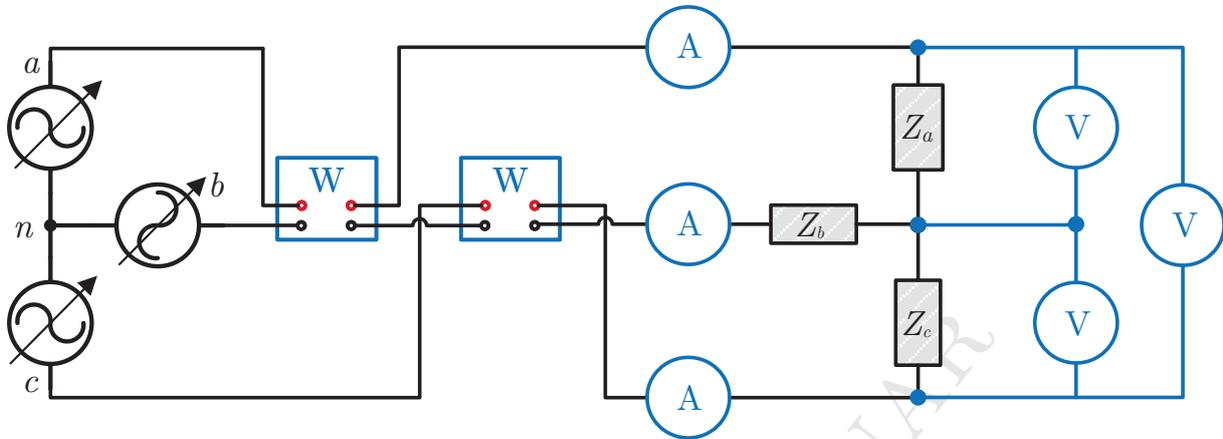

Figura 4: Circuito para la medición de voltajes, corrientes y potencias trifásicas en estrella desbalanceada 3 hilos.
1. Armar el circuito mostrado en la Figura 4 con  $Z_a = 300 + j300 - j600 \Omega$ ,  $Z_b = 400 + j600 - j400 \Omega$ ,  $Z_c = 600 + j1200 - j600 \Omega$ . **Nótese que ya no hay conexión eléctrica entre el común de la fuente y el de la carga.** Nota: en caso utilizar wáttmetros de precisión, realizar la conexión indicada en la Figura 3(b). Es importante tomar en cuenta los factores multiplicativos de las distintas escalas que se estén utilizando.